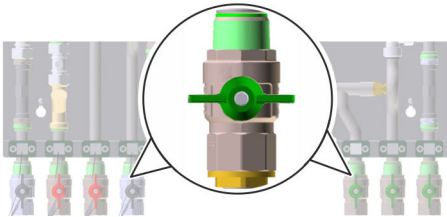

Abb. 33: Hähne geschlossen
1. ➤ Sicherstellen, dass alle Kugelhähne (Abb. 33) geschlossen sind.